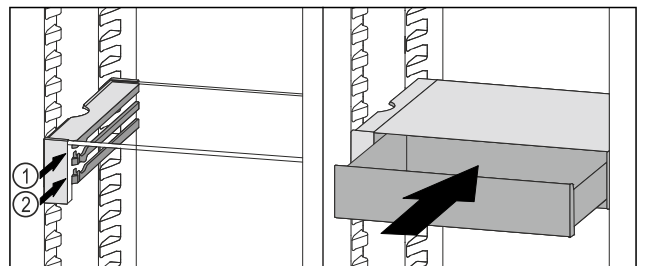

Fig. 144
- Posizionare il cassetto VarioSafe dietro i tappi sulla nervatura desiderata Fig. 144 (1) o Fig. 144 (2).